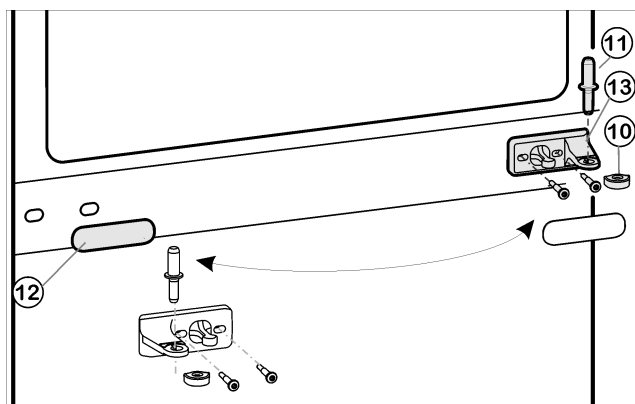
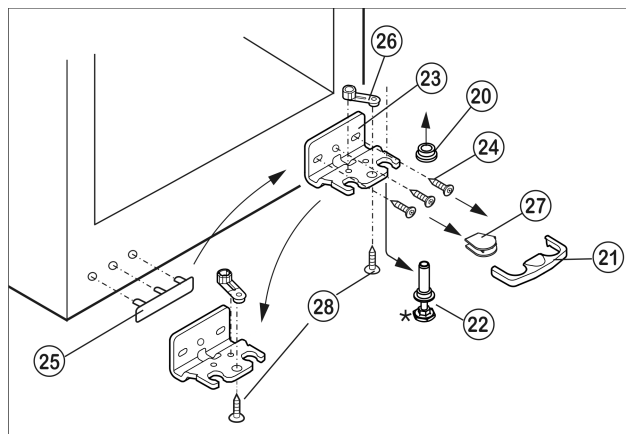

Fig. 5
Fig. 6
- ▶ Вытащите из опорного кронштейна и нижней дверцы средний опорный палец Fig. 5 (11).
- ▶ Пластмассовый колпачок Fig. 5 (10) снимите.
- ▶ Снимите средний опорный кронштейн Fig. 5 (13).
- ▶ Осторожно снимите накладку Fig. 5 (12).
- ▶ Прикрутите средний опорный кронштейн Fig. 5 (13) с поворотом на 180° на новую сторону шарнира (с моментом 4 Нм).
- ▶ Защелкните накладку Fig. 5 (12), повернув на 180°, на стороне, где теперь будет ручка.
- ▶ Предохранитель Fig. 6 (21) снимите движением вперед.
- ▶ Снимите крышку Fig. 6 (27).*
- ▶ Полностью вверните регулируемую опору Fig. 6 (22).
- ▶ Вытяните опорный палец Fig. 6 (22) вниз и вперед. При этом следите за гнездом шарнира Fig. 6 (20).
- ▶ Открутите опорный кронштейн Fig. 6 (23) (3 шт. Torx 25) Fig. 6 (24).
- ▶ Открутите опорную деталь Fig. 6 (26) (1 Torx 25) Fig. 6 (28) и, переставив в отверстие на противоположной стороне опорного кронштейна, снова прикрутите.
- ▶ Осторожно приподнимите и переставьте крышку Fig. 6 (25) со стороны ручки.
- ▶ Снова прикрутите опорный кронштейн Fig. 6 (23) на новой стороне шарнира (с моментом 4 Нм). При необходимости используйте аккумуляторный шурупверт.
- ▶ Установите крышку Fig. 6 (27) на противоположной стороне.*
- ▶ Снова защелкните предохранитель (21) на опорном кронштейне.
- ▶ Наденьте гнездо шарнира Fig. 6 (20).
- ▶ Установите нижнюю дверцу сверху на нижний опорный палец Fig. 6 (22).
- ▶ Снова наденьте пластмассовый колпачок Fig. 5 (10) на средний опорный кронштейн Fig. 5 (13).
- ▶ Вставьте средний опорный палец Fig. 5 (11) на новой стороне шарнира через средний опорный кронштейн Fig. 5 (13) в нижнюю дверцу.
- ▶ Установите верхнюю дверцу на средний опорный палец Fig. 5 (11).
- ▶ При необходимости выровняйте дверцы через два продольных паза в нижнем опорном кронштейне Fig. 6 (23) и среднем опорном кронштейне Fig. 5 (13) параллельно корпусу устройства. Для этого выкрутите средний винт на нижнем опорном кронштейне Fig. 6 (23).